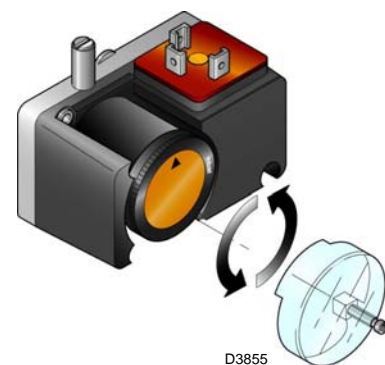

Fig. 37
- Regolare il pressostato gas di minima (Fig. 37) a inizio scala.
Eseguire la regolazione del pressostato gas di minima dopo aver effettuato tutte le altre regolazioni del bruciatore con il pressostato regolato a inizio scala (Fig. 37).